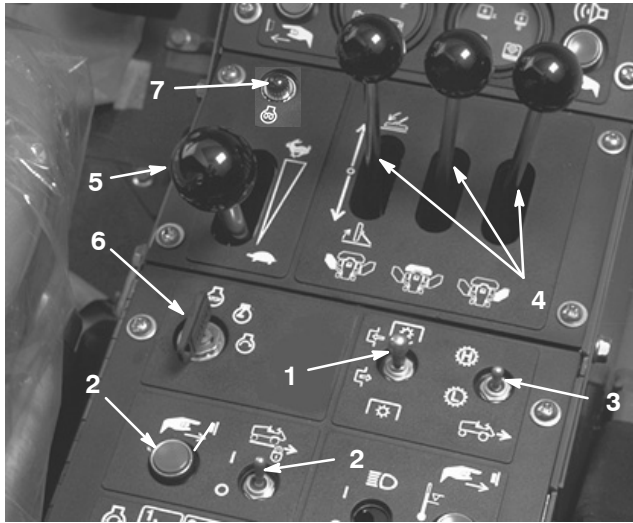

Bild 24
3. Drehen Sie den Zündschlüssel auf die START-Stellung (Bild 24). Lassen Sie den Zündschlüssel sofort los und auf „Lauf“ zurückgehen, sobald der Motor anspringt.